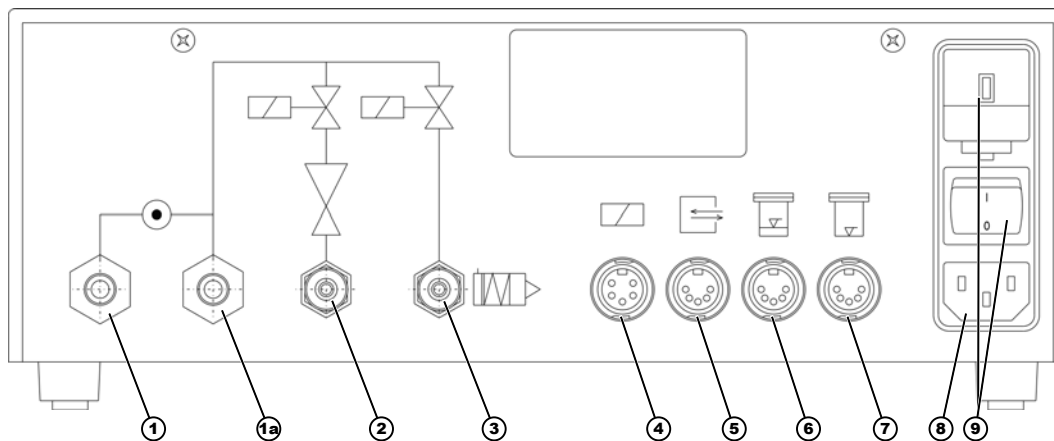

Fig. 3 : Vue arrière
- Relier la sortie d'air comprimé 1a du Multiline 1000-S (voir Fig. 3 ) au réservoir sous pression au moyen d'un régulateur de pression externe. Ajuster le régulateur de pression sur la pression minimale.
La sortie 1a (voir Fig. 3 ) est une ramification directe du raccord d'air comprimé 12 du Multiline 1000-S.